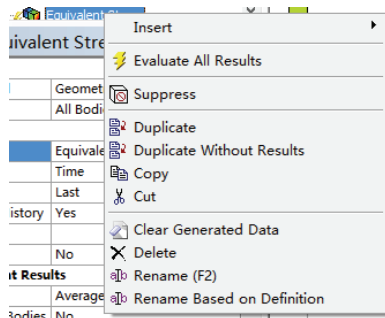
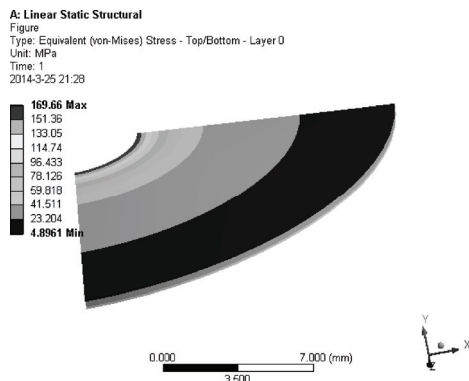

图 7-33 求解应力图
图 7-34 A 项目整体等效应力的等值线云图
8) 在 Outline 树结构图中的 Equivalent Stress 上单击右键, 在弹出的快捷菜单中选择 Evaluate All Results, 如图 7-33 所示。此时进行求解, 求解后得到的图形如图 7-34 所示。